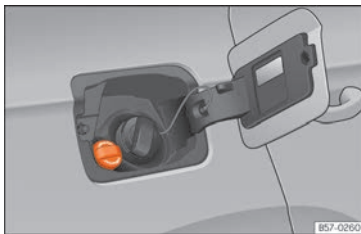

Abb. 185 Verschlussdeckel des AdBlue-Tanks
- Öffnen Sie die Tankklappe  (Abb. 185).
- Verschlussdeckel SCR-Einfüllstutzen nach links drehen »» (Abb. 185).